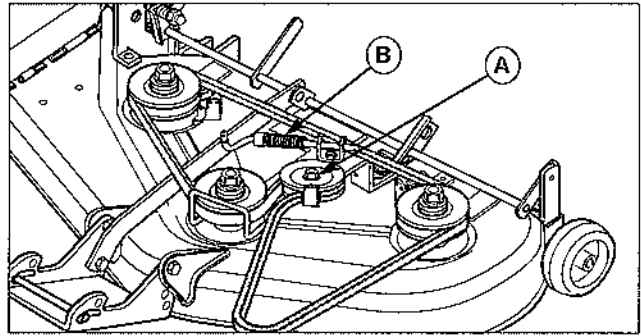

Figure 31. Réglage de l'embrayage de PDF - Modèles de 112 cm
2. Desserrer la vis à tête du galet tendeur (A, Figure 31) et faire glisser le galet dans son logement vers l'arrière de façon à utiliser une longueur de courroie plus importante.
4. Engager la PDF. Mesurer la longueur du ressort comprimé (B). Le ressort comprimé doit mesurer de 73 à 76 mm. Répéter les étapes 2 à 4 selon le besoin.